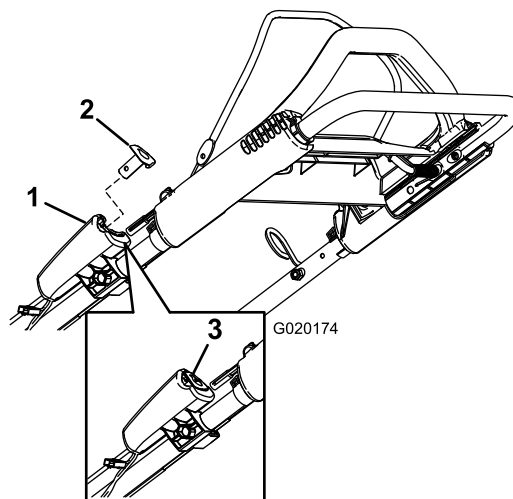
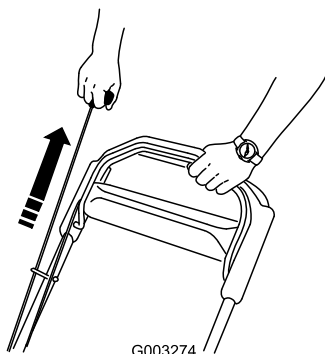

Figure 17
Figure 18
2. Appuyez sur le bouton de démarrage électrique (Figure 17) ou tirez la poignée du lanceur (Figure 18).
Remarque: Si vous avez retiré le bouton de démarrage électrique, insérez-le dans le démarreur électrique ; voir Figure 17.